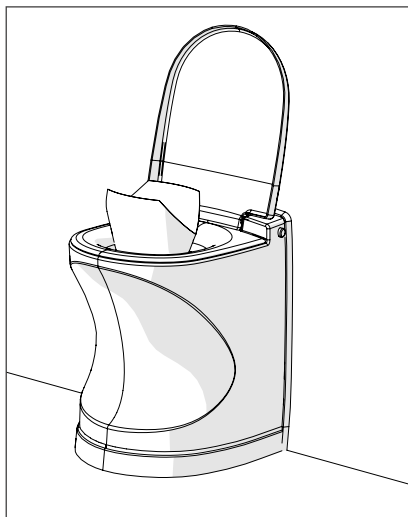

Ilustración 1
2. Coloque un forro de taza dentro de la taza, de tal manera que la costura del forro quede alineada con la "costura" de la taza. Recuerde usar un forro de taza nuevo para cada visita (Ilustración 1).